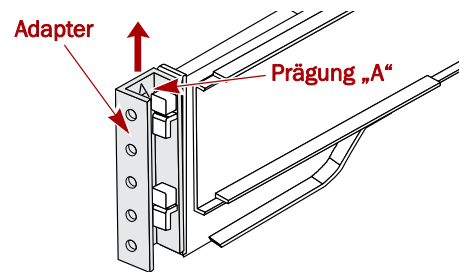

Abbildung 7. Befestigen des Adapters an der Vorderseite
1. Befestigen Sie die **Adapter** (Abbildung 7) an beiden Enden der Schiene: